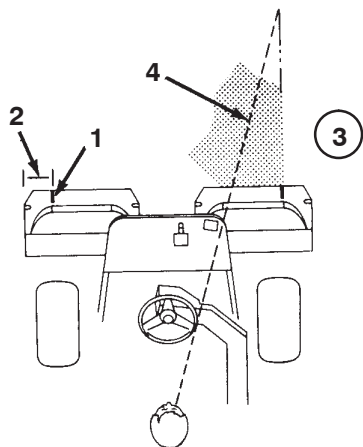

Bild 29
2. Bringen Sie einen Streifen weißes Isolierbands an jedem Korb an, oder zeichnen Sie eine Linie. Das Isolierband bzw. die Linie sollten parallel mit der äußeren Kante jedes Korbs verlaufen (Bild 29).
3. Wenn Sie zurückfahren, sollte der neue Mähgang den ersten ein klein wenig überlappen. Damit Sie in einer möglichst geraden Linie über die Grünfläche fahren können und einen gleichmäßigen Abstand zum zuvor gemähten Rasenstück einhalten können, sollten Sie sich eine imaginäre Sichtlinie ungefähr 1,8 bis 3 m vor der Maschine bis zum Rand des noch ungemähten Teils der Grünfläche vorstellen (Bild 29 und 30). Manche Leute finden es auch hilfreich, die äußere Kante des Lenkrads in die Sichtlinie mit einzubeziehen, d.h. sie halten das Lenkrad in einer Linie mit einem Punkt, der immer im gleichen Abstand von der Vorderseite der Maschine bleibt (Bild 29 und 30).